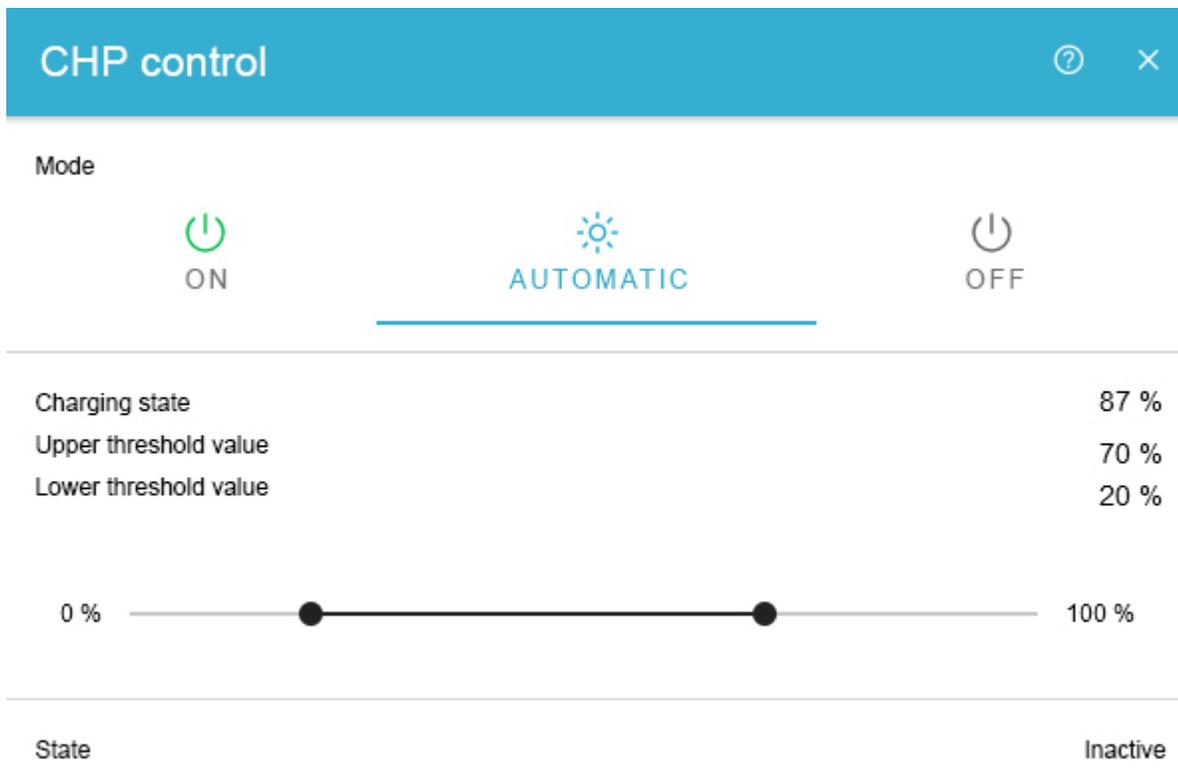

Figure 18. Modus — Automatisch
- Figure 18. Modus — Automatisch